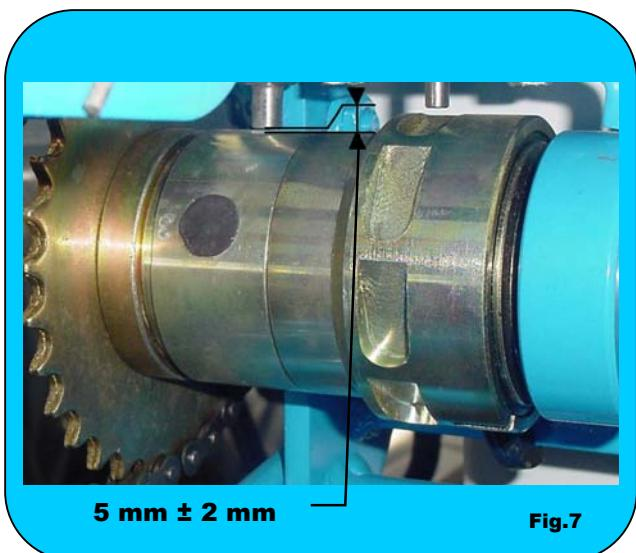

Fig.7
- Monter les capteurs dans leur logement, laisser un espace de 5 mm ± 2 mm entre la tête du capteur et l'aimant logé dans le corps de l'embrayage (fig.7).
- Assemble the sensors in place, leaving a space of 5 mm ± 2 mm between the sensor head and the magnet positioned in the clutch unit (fig. 7).
- Sensoren im Gehäuse montieren. Lassen Sie einen Abstand von 5 mm ± 2 mm zwischen dem Kopf des Sensors und dem im Körper gelagerten Magneten der Kupplung (Abb. 7).